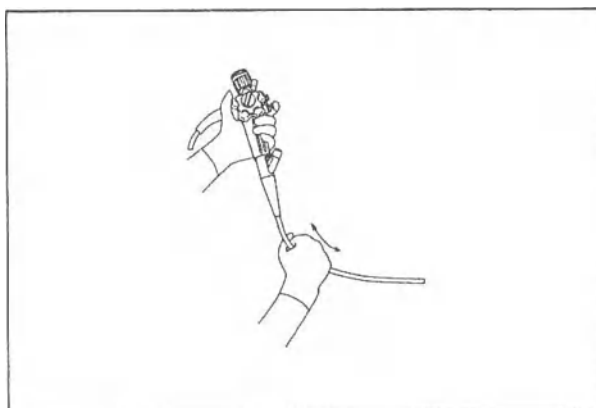

Рис. 3.2
4. Осторожно удерживая одной рукой вводимую трубку, тщательно проведите пальцами по всей длине вводимой трубки в обоих направлениях (см. Рис. 3.2). Убедитесь в том, что из вводимой трубки не выступают объекты или металлические провода. Также убедитесь в том, что вводимая трубка не является необычно жесткой.